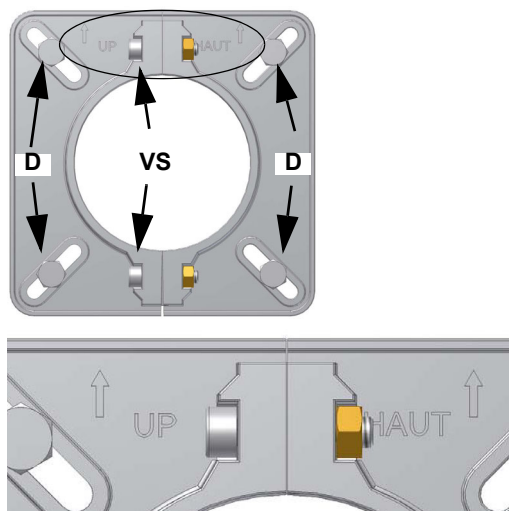

Рис. 2
- 4 согласно ссылки, данной на Рис. 2, закрепить фланец к шпилькам котла с помощью гаек **D**, не затягивая их полностью;